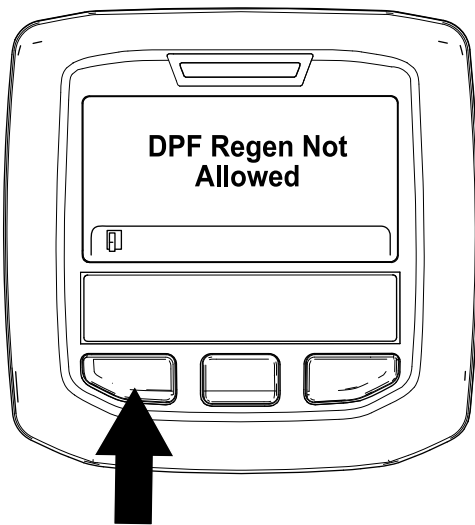

Figura 39
- Se il processo di rigenerazione non è consentito dal computer del motore, viene visualizzato il messaggio "Rigen. FAP non consentita" nell'InfoCenter (Figura 39). Premete il pulsante sinistro per uscire e tornare alla schermata Home.